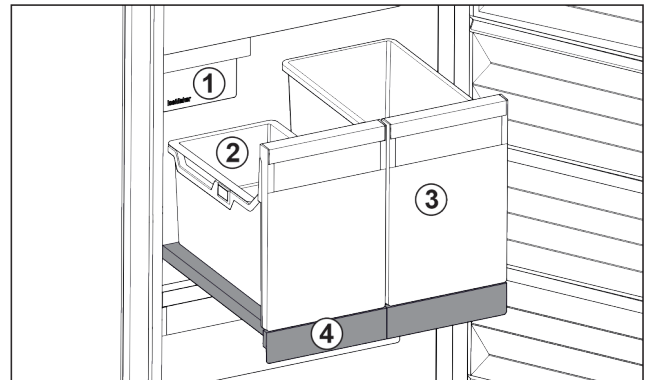

Fig. 83 Estante extraíble con IceTower
- (1) IceMaker
- (2) Bandeja suspendida para cubitos de hielo
- (3) Recipiente para, por ejemplo, pizza, bebidas alcohólicas, etc.
- (4) Estante extraíble
En el estante extraíble hay dos recipientes altos (IceTower). En el recipiente Fig. 83 (2) se recogen y almacenan los cubitos de hielo del IceMaker. El recipiente Fig. 83 (3) es adecuado para conservar productos altos, como pizzas o bebidas alcohólicas.